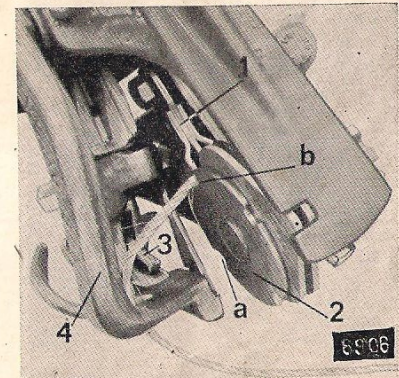

Bild 20
Auf Bild 20 sind ein Schnurende und ein Abfallstück in der Nut (a) des Mitnehmers (2) durch den Schnurhalter (1) geklemmt. Von hier verläuft der Faden über Nut (b) und Knüpfzunge (3) durch die Fadenführung des Messerhebels (4) weiter über Nadelspitze und Fadenspanner zum Garnkasten. Dabei werden drei Seiten des Ballens umspannt.
Die Nadel ist inzwischen weiter zurückgelaufen. Sie hat den Faden zunächst auf den Finger (7) des vorgeschwenkten Messerhebels (4) abgelegt, damit er nicht mit der Garnschlinge vom Knüpferschnabel abgestreift wird. Erst nach Beendigung des Knüpfervorganges schwenkt der Messerhebel zurück, der Faden wird vom Finger (7) abgestreift und gleitet in die Fadenführung des Messerhebels. Diese ist so gestaltet, daß der Faden mit Sicherheit auf die Knüpfertzunge fällt. Siehe auch Abbildung 20.